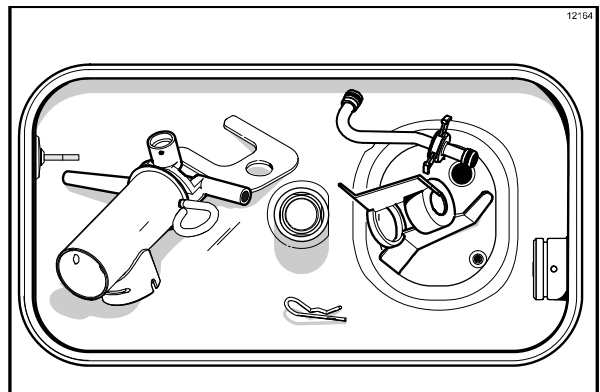

Abbildung 153
12. Die Pumpenbaugruppe, den Pumpenclip, den Splint und die Rührflügelunit zur Desinfektion auf den Boden des Vorratsbeckens legen. (Siehe Abbildung 153.)